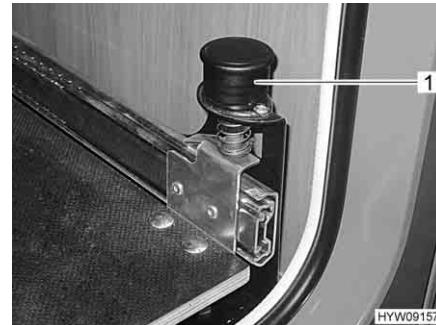

Fig. 118 Pomello con arresto
- Tirare verso l'alto il pomello (Fig. 118,1). La base estraibile del vano porta-bombole è sbloccata.